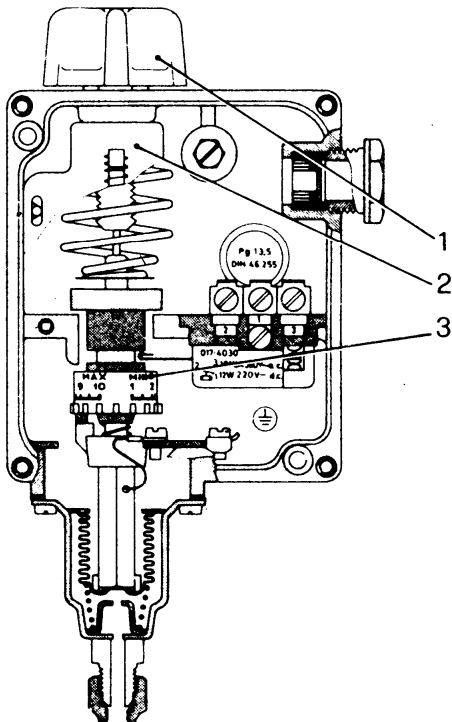

Рис. 3
**Калибровка реле давления (Рис. 3):**
- а) Повернуть регулятор (1) до тех пор, пока стрелка шкалы (2) не установится на значении давления, на котором следует начать работу.